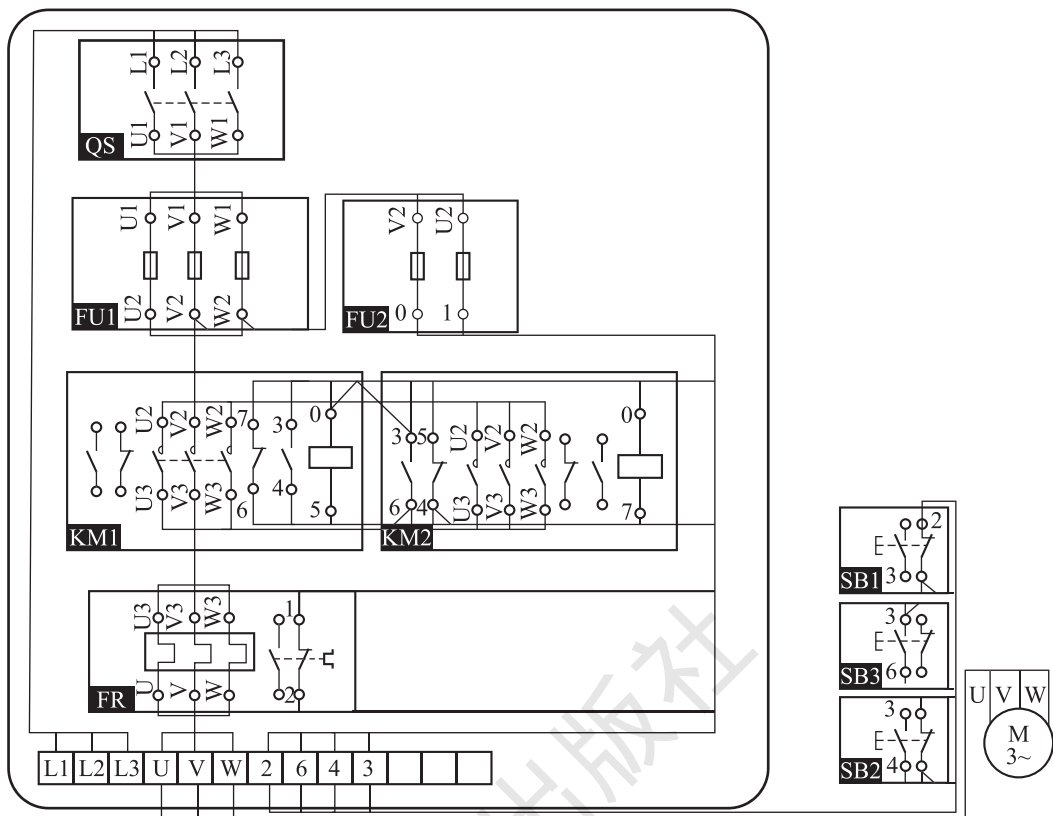

图 1-29 电动机正、反转控制电路的接线图
- 3. 按如图 1-29 所示的接线图进行板前明线布线和套编码套管。